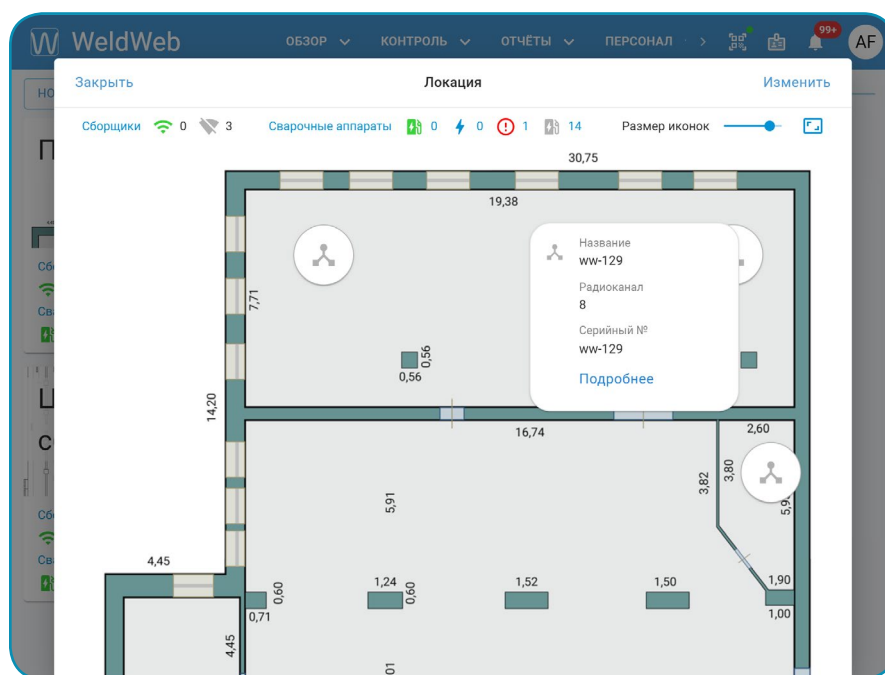

Рис. 20 – Пример расстановки оборудования на плане Локации
3) Для удобства отображения можно загрузить план-схему производства в виде графического файла в формате *.PNG и отметить места размещения оборудования на плане (см. Рис. 20). После привязки оборудования к локации на план-схеме появляются значки с их обозначениями. Изначально план-схема пустая, и устройства нужно размещать на ней вручную.